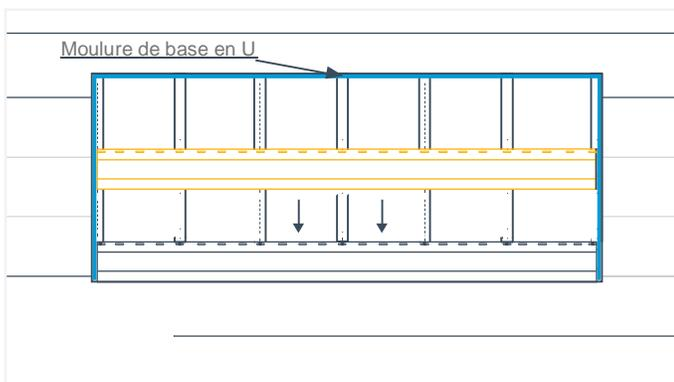

Fig. 17
- Placez un panneau sur le panneau précédemment installé en alignant les extrémités des deux panneaux (Fig. 17).